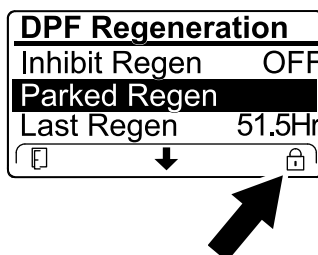

Figura 54
- Se o computador do motor pedir uma regeneração de recuperação ou se estiver a processar uma regeneração de recuperação e percorrer a opção REGENERAÇÃO EM ESTACIONAMENTO, a regeneração em estacionamento bloqueia e o ícone de bloqueio (Figura 54) surge no canto inferior direito do InfoCenter.